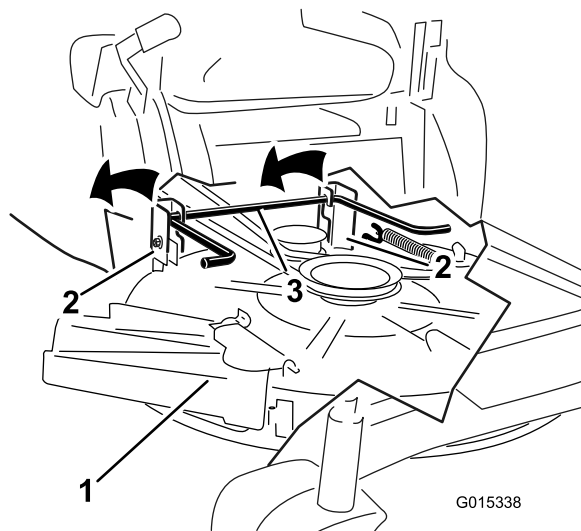

Figure 72
7. Soulevez et enlevez le plateau de coupe et les supports de la tige de levage arrière et abaissez la tondeuse au sol avec précaution (Figure 72).
5. Soulevez l'arrière du plateau de coupe et guidez les supports sur la tige de levage arrière (Figure 72).